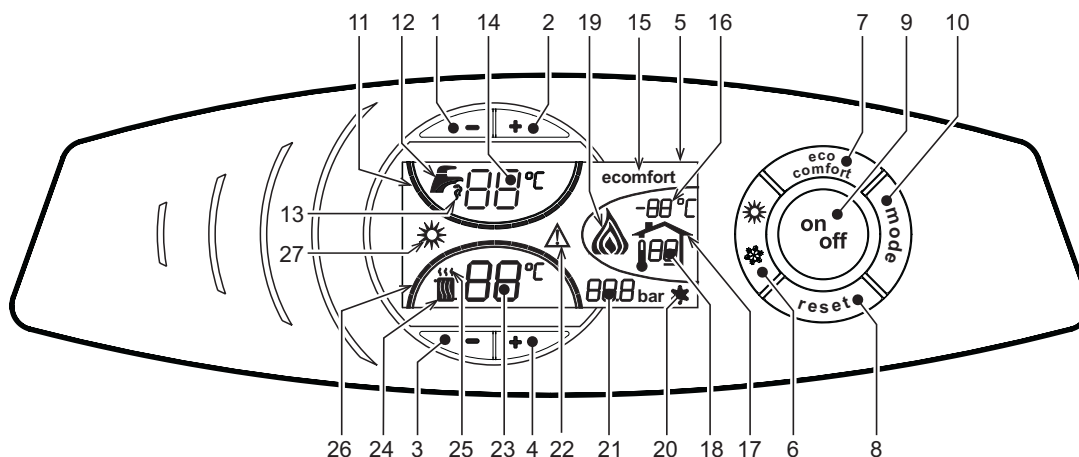
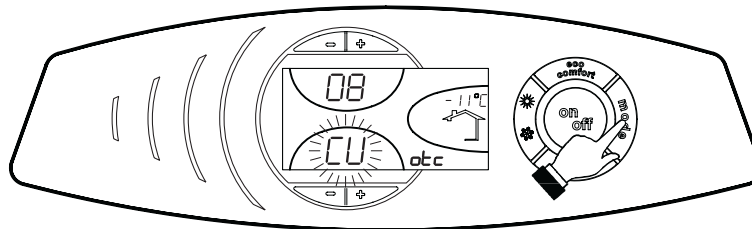
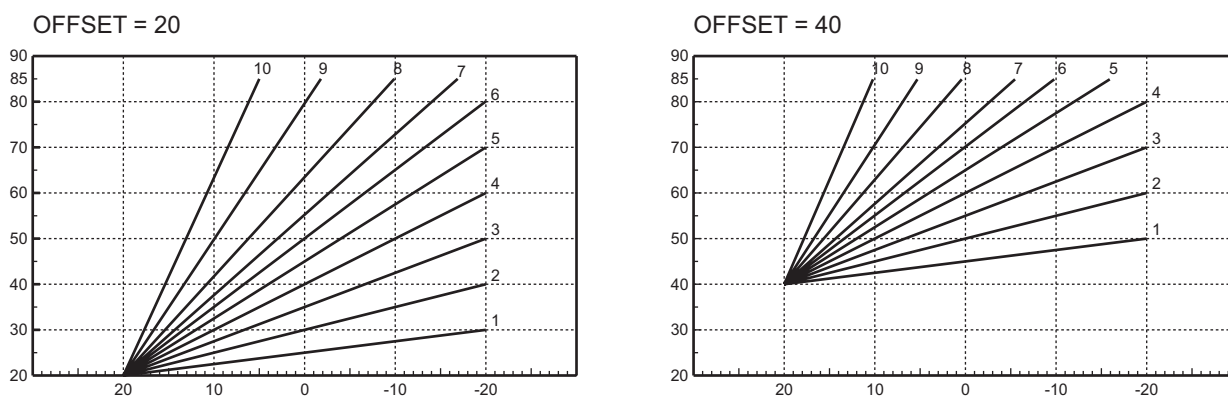

рис. 1 - Панель управления
рис. 11 - Кривая компенсации
рис. 14 - Пример параллельного смещения компенсационных характеристик
О поступлении команды на включение отопления (от комнатного термостата или от пульта ДУ с таймером) предупреждает мигание индикатора теплого воздуха, установленного на радиаторе (дет. 24 и 25 - рис. 1).
Индексные метки с подсветкой системы отопления (дет. 26 - рис. 1) загораются по мере приближения измеряемой датчиком температуры к заданному значению.
О поступлении команды на включение системы ГВС, генерируемой при заборе горячей воды, предупреждает мигание соответствующего индикатора на кране (поз. 12 и 13 - рис. 1). Убедитесь, что функция Comfort (поз. 15 - ) находится в активном режиме рис. 1
Индексные метки с подсветкой системы ГВС (поз. 11 - рис. 1) загораются по мере приближения измеряемой датчиком температуры к заданному значению
При включенной системе нагрева воды в бойлере (заводская установка) на дисплее отображается символ режима COMFORT (поз. 15 - рис. 1); наоборот, если система нагрева выключена, на дисплее высвечивается символ режима ECO (поз. 15 - рис. 1)
Бойлер может быть выключен пользователем (режим ECO) путем нажатия кнопки  (поз. 7 - рис. 1). Для включения режима COMFORT снова нажмите клавишу  (поз. 7 - рис. 1).
Нажмите клавишу (дет. 9 - рис. 1) в течение 1 секунды.
Для повторного включения котла вновь нажмите клавишу (дет. 9 рис. 1) в течение 1 секунды.
- Нажмите кнопку ON/OFF (9 - рис. 1).
Нажмите клавишу (роз. 6 - рис. 1) в течение 1 секунды.
На дисплее высвечивается символ "Лето" (поз. 27 - рис. 1). При этом котел будет вырабатывать только воду для ГВС. При этом система защиты от замерзания остается активной.
Для выключения режима "Лето" вновь нажмите клавишу (дет. 6 - рис. 1) в течение 1 секунды.
Температура в системе отопления регулируется в пределах от 30 °С до 90 °С с помощью клавиш (дет. 3 и 4 - рис. 1); однако, не рекомендуется эксплуатировать котел при температуре ниже 45 °С.
Температура в системе ГВС регулируется в пределах от 10°С до 65°С с помощью клавиш (поз. 1 и 2 - рис. 1).
При наличии датчика температуры наружного воздуха (опция) на дисплее панели управления (дет. 5 - рис. 1) отображается измеряемая этим датчиком температура. При этом система управления котлом работает в режиме "Плавающая температура". В этом режиме температура воды, подаваемой в систему отопления, регулируется в зависимости от климатических условий внешней среды с тем, чтобы обеспечить максимальный комфорт и экономию энергетических ресурсов в течение всего года. Так, при повышении внешней температуры понижается температура подачи воды в систему отопления, что производится по определенной "кривой компенсации".
С переключением на режим "Плавающей температуры" показатель температуры, устанавливаемый клавишами  (дет. 3 и 4 - рис. 1) соответствует максимальной температуре подачи воды в систему отопления. Рекомендуется устанавливать максимальное значение заданной температуры с тем, чтобы позволить системе регулировать изменение температуре во всем диапазоне значений.
При однократном нажатии кнопки  (поз. 10 - рис. 1) на дисплее выводится текущая компенсационная характеристика (рис. 11), которую можно изменить с помощью кнопок задания температуры воды ГВС  (поз. 1 и 2 - рис. 1).
При нажатии кнопок регулировки температуры отопления  (поз. 3 и 4 - рис. 1) открывается доступ к параллельному смещению характеристик (рис. 14), с помощью кнопок регулировки температуры в контуре ГВС  (поз. 1 и 2 - рис. 1).
Для выхода из режима параллельного изменения кривых еще раз нажать клавишу  (дет. 10 - рис. 1).